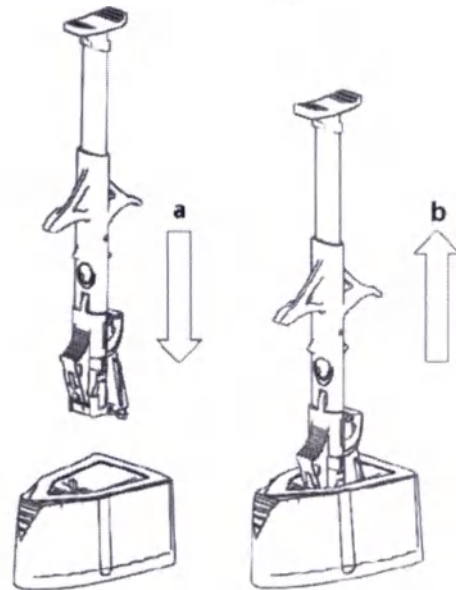

Рис. 2
4. Для правильного расположения совместите стрелки на красном стоппере инжектора и открытом контейнере с влажной ИОЛ. Вставьте инжектор уверенным движением, направленным вниз, чтобы прозвучал щелчок, как показано на Рис. 2/а. Вытяните инжектор, как показано на Рис. 2/б, и убедитесь, что держатель линзы загружен в инжектор.